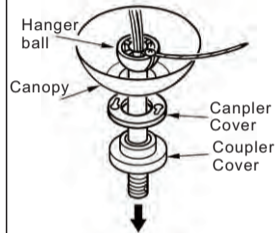

Fig.9
Paso 2: Introduzca los cables a través de la carcasa del dosel, el dosel y la bola colgante. (Fig. 9)